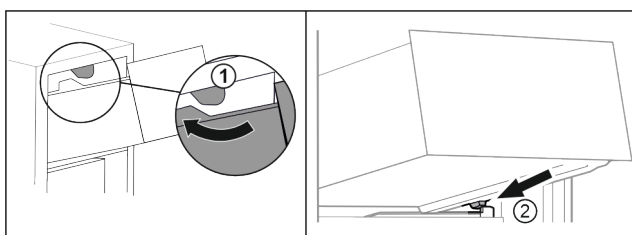

Fig. 77
- ▶ Poprowadzić szufladę wokół górnego stopera. Fig. 77 (1)
- ▶ Założyć szufladę pod skosem za dolnymi stoperami na żebro pojemnika. Fig. 77 (2)